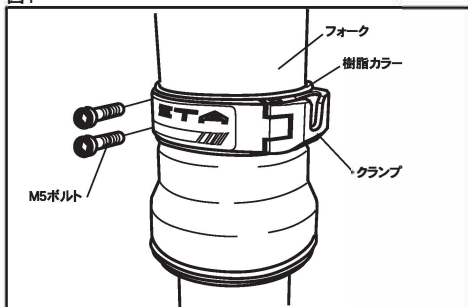

図2
2) フォークガードを取り外し、好みの高さを決め、各位置に穴あけ加工します。(図2)